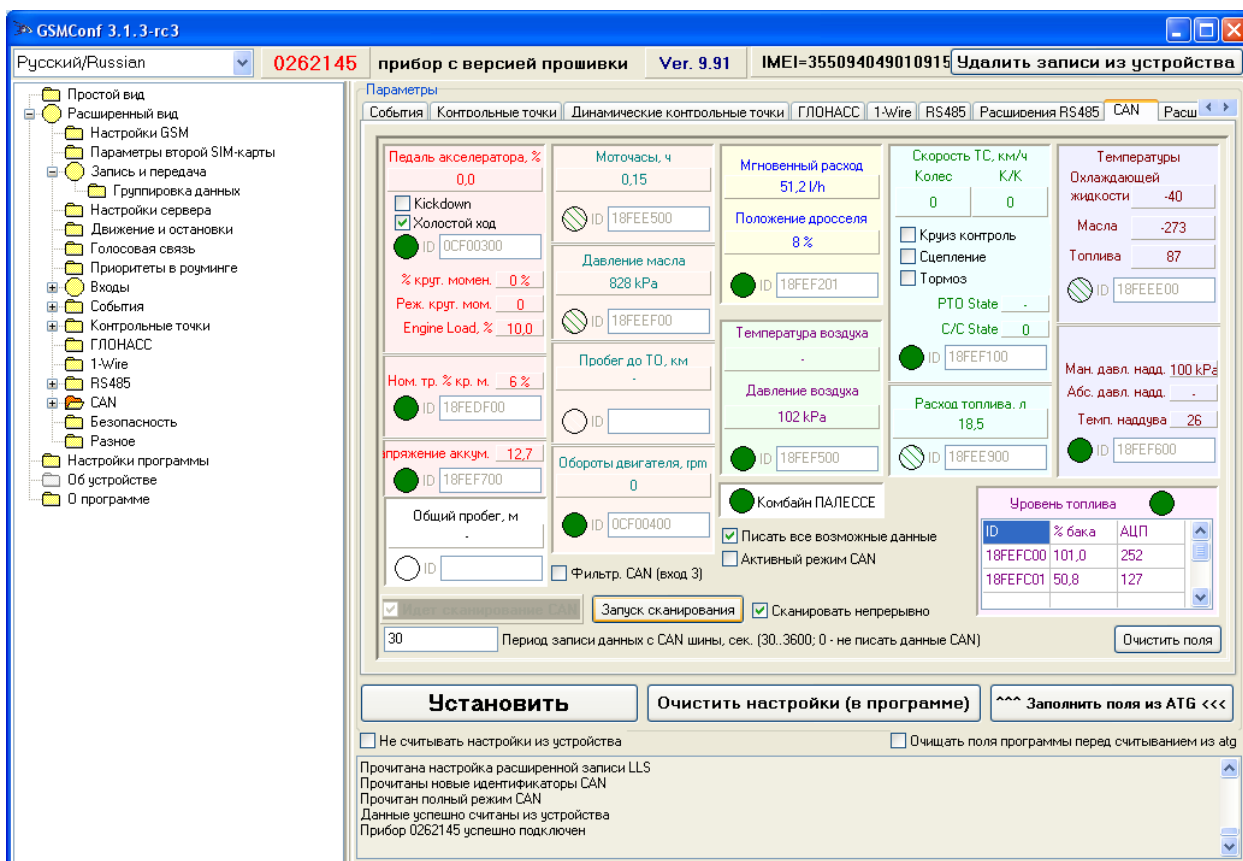

Рис. 2 – Вкладка «CAN» программы GSMConf
6. Нажать на кнопку «Запуск сканирования» вкладки «CAN». Убедиться, что устройство АвтоГРАФ-GSM+ получил данные по шине CAN (должны загореться зеленые индикаторы на вкладке и отобразиться расшифрованные данные, см. рис. 2). На устройстве CAN-LOG установлена программа 188, имитирующий прием данных с шины, что позволяет проверить правильность включения.
5. Нажать на кнопку «Запуск сканирования» вкладки «CAN». Убедиться, что устройство АвтоГРАФ-GSM+ получил данные по шине CAN (должны загореться зеленые индикаторы на вкладке и отобразиться расшифрованные данные, см. рис. 2). Возможно, для появления данных необходимо будет включить зажигание транспортного средства или завести двигатель.